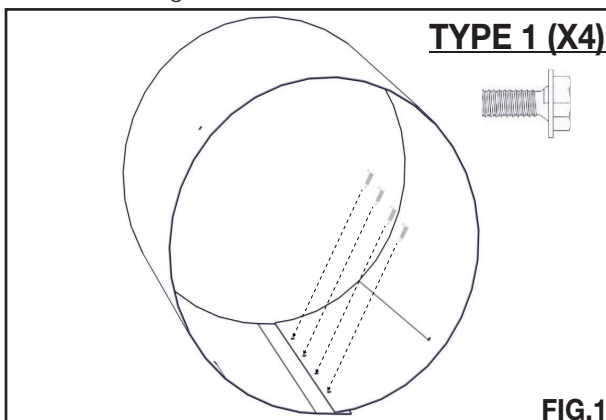

FIG.1
- D.** Forme le bouclier de l'évent jusqu'à ce que les quatre trous se chevauchent puis sécurisez-le. **(FIG. 1)**